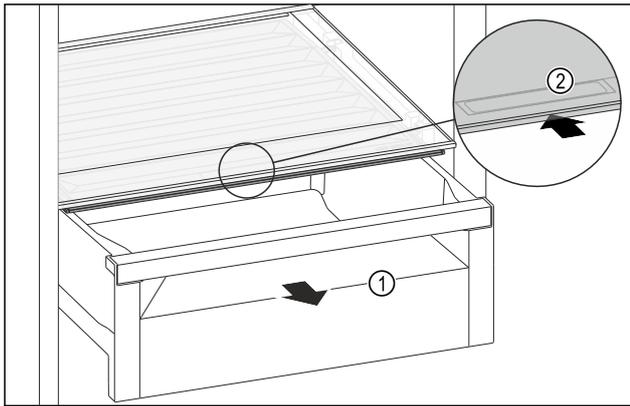

Fig. 104
- ▶ Schubfach Fig. 104 (1) herausziehen.
- ▶ Griffmulde Fig. 104 (2) am Fachdeckel anfassen und Fachdeckel gleichzeitig nach hinten schieben.